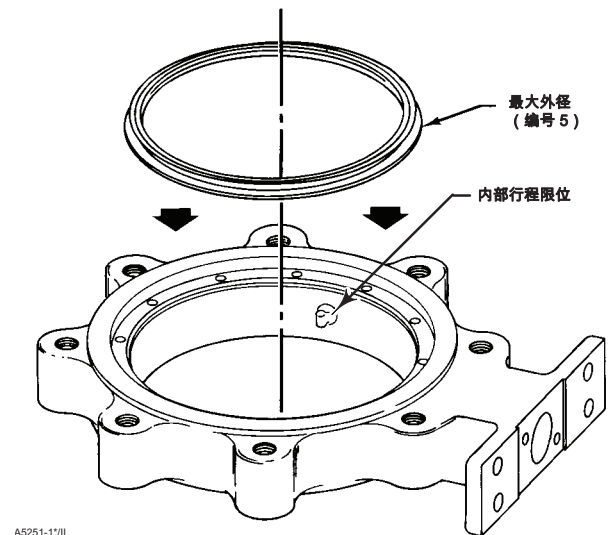

图 8. 典型的密封的安装
将密封环安装到阀体前，请将 O 型圈（编号 6）放入密封环外的宽槽中。请参见图 8。
1. 找到替换密封环（编号 5）并注意环的形状。密封环的一侧直径较宽，而另一侧则较窄，如图 8 所示。外部环形周围是一条宽槽。
将执行机构与阀门连接后，请确保阀门蝶板不会与阀门内部行程止动装置接触（见图 8）。阀门蝶板应放置在离阀体的内部止动装置 0 至 0.76 mm（0 至 0.030 英寸）的位置（见图 8）。